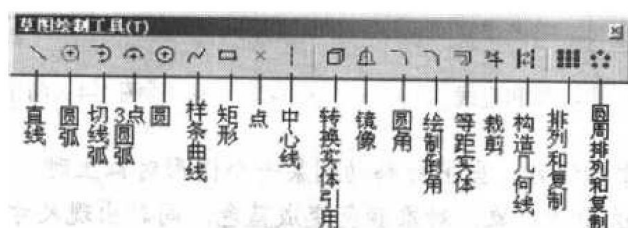

图 1-1 草图绘制工具 (T)
(1) 单击草图绘制工具栏上的草图绘制，或从菜单栏中选择【插入】|【草图绘制】。
(2) 出现一个“绘制草图工具”工具栏（如图 1-1 所示），同时将“基准面 1”作为默认基准面。